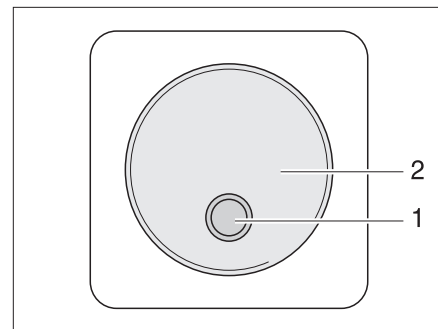

Fig. 182 Commutateur externe
- II "Remo." = l'appareil peut être mis en service et hors service avec le commutateur externe (Fig. 182,1).
Le commutateur externe pour l'onduleur (Fig. 182) se trouve dans l'espace intérieur du véhicule, par exemple dans la zone d'entrée. Le commutateur est identifié par l'inscription "Onduleur". La DEL (Fig. 182,1) indique l'état de fonctionnement de l'onduleur.